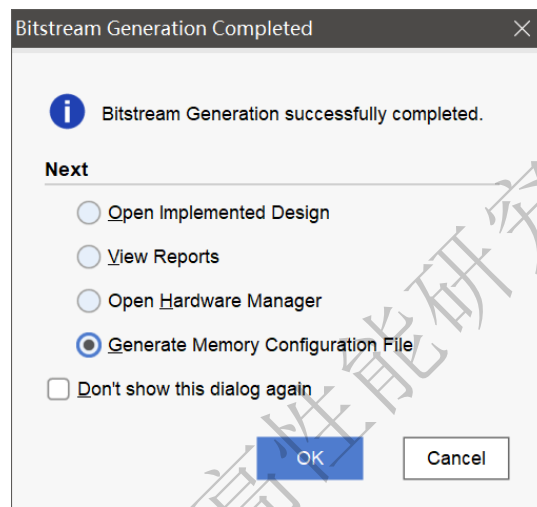

图 10.41
10.40 所示，综合生成 bit 文件，弹出的对话框中不用修改配置，点击 OK 即可，如图 10.41 所示。这部分过程比较久，请耐心等待，可以看 vivado 右上角来判断状态。生成完成后会弹出对话框，选择 **Generate Memory Configuration on File**，然后点 OK，如果一不小心关闭了这个对话框，也可以在菜单栏的 Tools 菜单中找到。